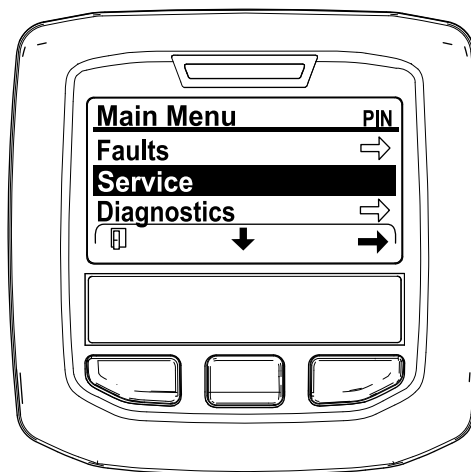

Figura 38
2. Vaya al MENÚ PRINCIPAL, pulse el botón central para desplazarse hacia abajo hasta el MENÚ SERVICIO y pulse el botón derecho para seleccionar la opción SERVICIO (Figura 38).